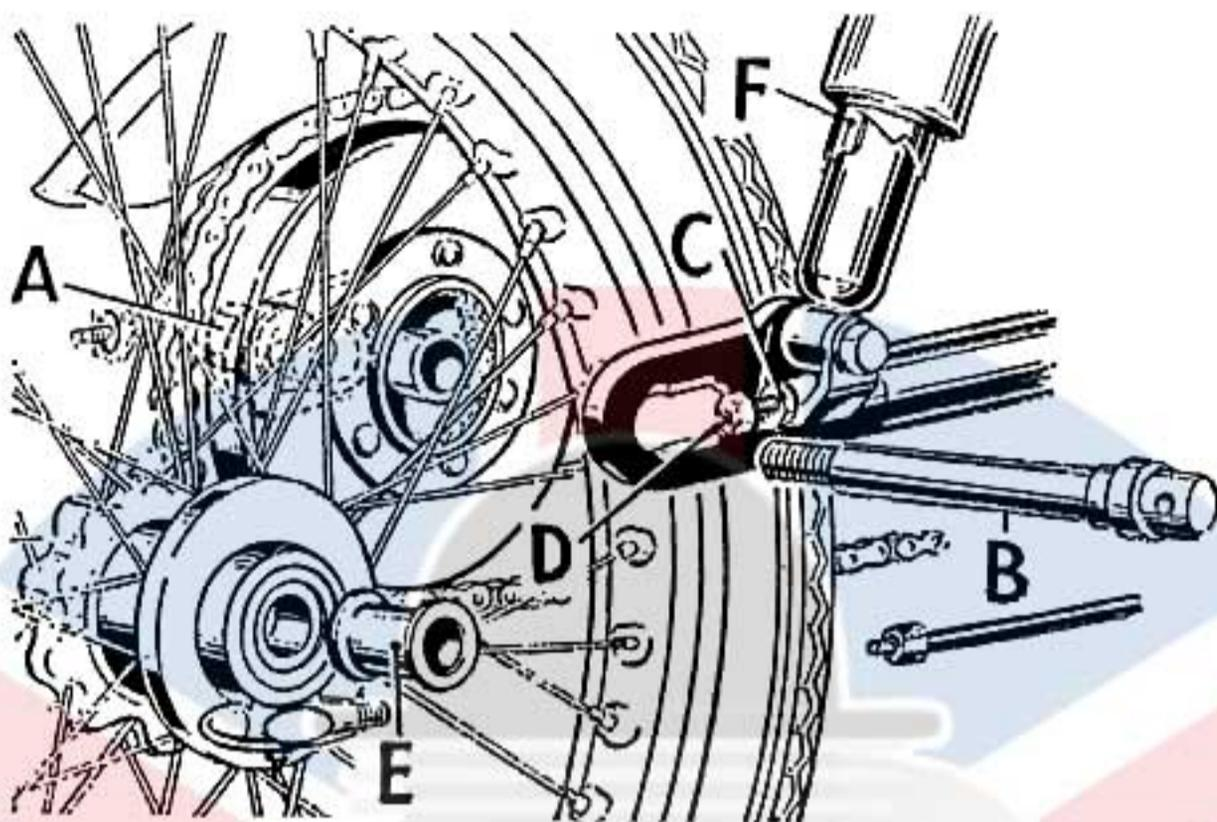

Fig. 19. Retrait de la roue arrière, montrant aussi la position des boulons de réglage. Réglage de la chaîne sur les modèles A.
Premièrement, desserrer légèrement l'écrou de la jambe de force et de la plaque de frein de façon à ce que cette dernière puisse pivoter librement. Desserrer l'arbre (B) Fig. 19, sur le côté droit de la machine, faire quelques tours puis desserrer l'écrou (A) suffisamment pour permettre à la roue de tourner.